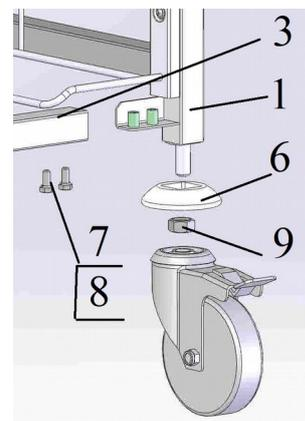

Рис.2
- на концы труб стоек поз.1 установите кольца предохранительные поз.6 и прикрепите колесные опоры поз.4 и 5 гайками самоконтрящимися поз.9 (рис.2).